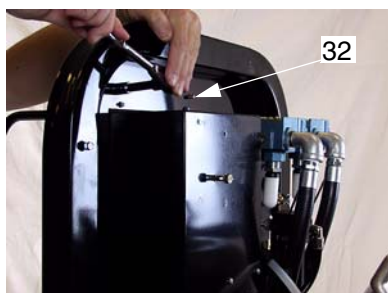
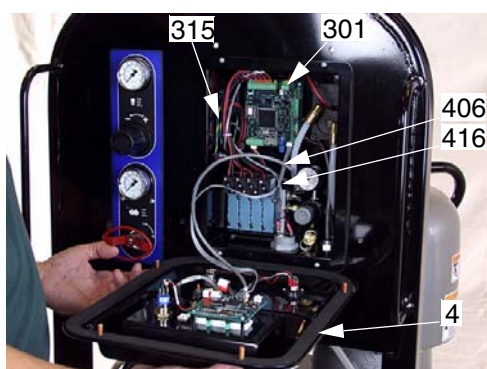

FIG. 7
FIG. 8
3. Saque las cuatro tuercas (32) y abra la cubierta del interfaz del usuario (4). FIG. 7–FIG. 8.
4. Para sacar completamente la tapa (4), desconecte el cable de conexión a tierra (315), los cables (416 y 406) de la tarjeta de circuito impreso (301). Vea las FIG. 8 y **Esquema eléctrico**, en la página 29.